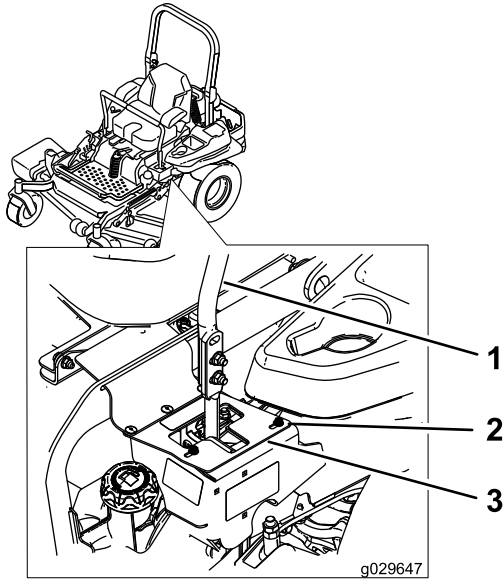

Figura 65
6. Si se desvía hacia la derecha, afloje los pernos y ajuste la chapa del tope izquierdo hacia atrás en la ranura en T de la izquierda hasta que la máquina avance en línea recta (Figura 65).
7. Si se desvía hacia la izquierda, afloje los pernos y ajuste la chapa del tope derecho hacia atrás en la ranura en T de la derecha hasta que la máquina avance en línea recta (Figura 65).
8. Apriete la chapa del tope (Figura 65).